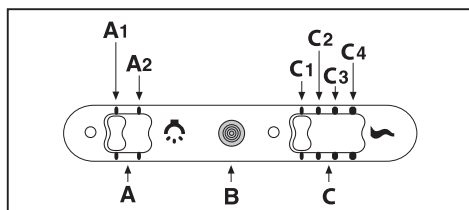

Fig.10
• **Comandi slider (Fig.10)** la simbologia è di seguito riportata: